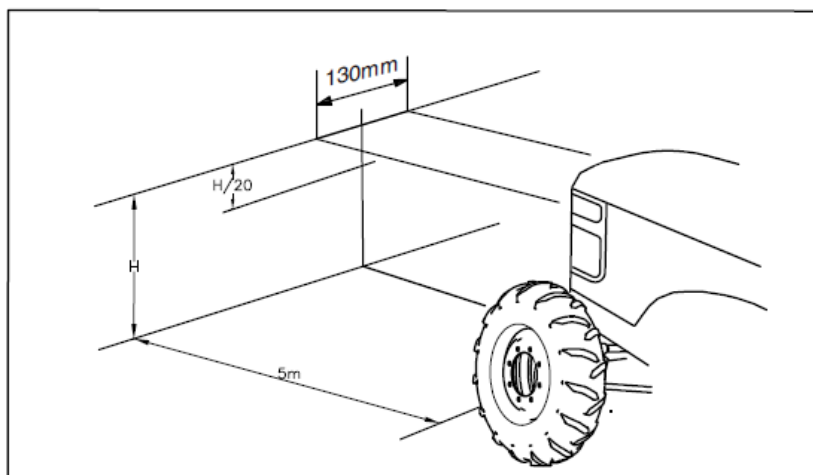

Fig. 5-38 – Verificar o alinhamento dos faróis
Verificar o alinhamento dos faróis (Fig. 5-38).
- Pare o trator numa superfície plana, de frente para uma parede sombreada (preferencialmente branca). O trator deve estar descarregado e os pneus devem ter a pressão correta. Marque duas cruzes na parede, em frente aos faróis do trator (Fig. 5-38).